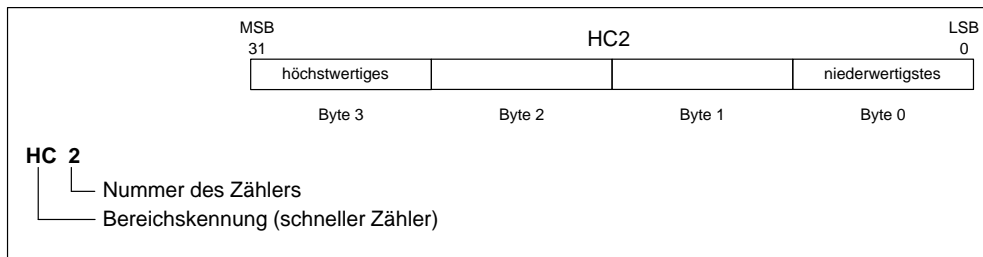

Bild 7-8 Zugriff auf den aktuellen Wert eines schnellen Zählers
Schnelle Zähler zählen die Ereignisse schneller, als die CPU die Ereignisse abfragen kann. Schnelle Zähler verfügen über einen ganzzahligen 32-Bit-Zählwert (den aktuellen Wert). Wenn Sie auf den Zählwert eines schnellen Zählers zugreifen möchten, geben Sie die Adresse des schnellen Zählers mittels des Speicherbereichs (HC) und der Nummer des Zählers (z. B. HC0) an. Der aktuelle Wert eines schnellen Zählers ist schreibgeschützt und kann nur im Doppelwortformat (32 Bit) adressiert werden (siehe Bild 7-8).